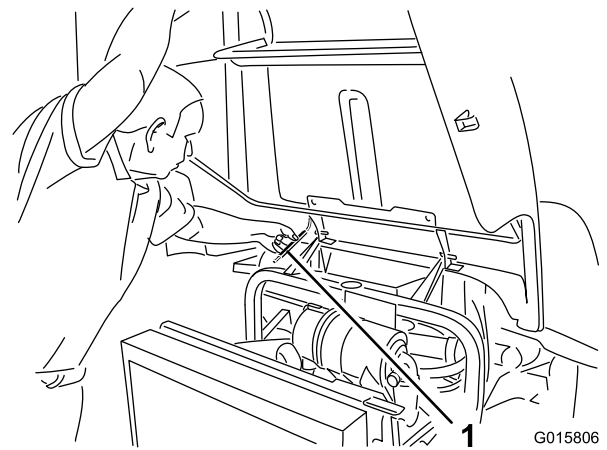

図 29
2. フレームチューブの下に支え棒が入る高さまでフードを持ち上げる 図 29。